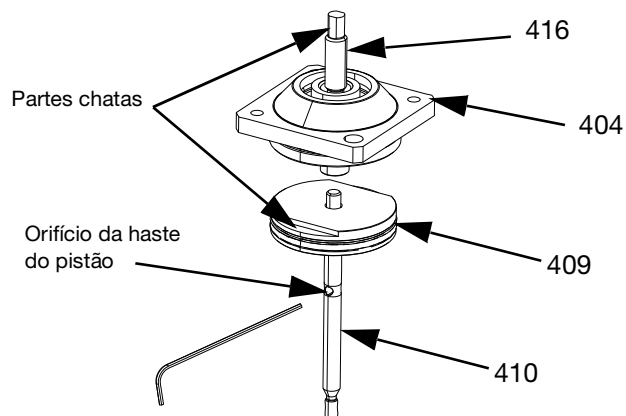

FIG. 18
4. Use um pano limpo para remover todo o material do interior da secção de ar (B). Inspeccione quanto a danos como marcas de furos.
5. Para válvulas com conjunto de bico snuff-back (FIG. 18):
- a. Retire o conjunto da haste do pistão (409 e 410) do adaptador da haste (416) e a tampa da extremidade do ar (404). Segure a haste do pistão (410) com uma chave Allen no orifício da haste do pistão e desenrosque o adaptador da haste (416).
- b. Coloque uma chave nas partes planas do pistão (409) e uma chave Allen no orifício da haste do pistão (410).
- c. Desenrosque o pistão (409) da haste do pistão (410).